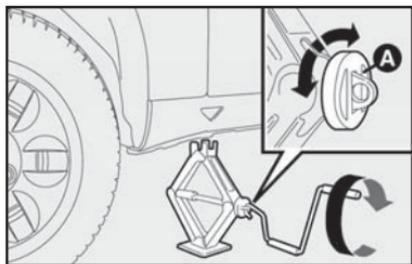

fig. 12
3) Girar a manivela do macaco para abri-lo parcialmente **fig. 12**.